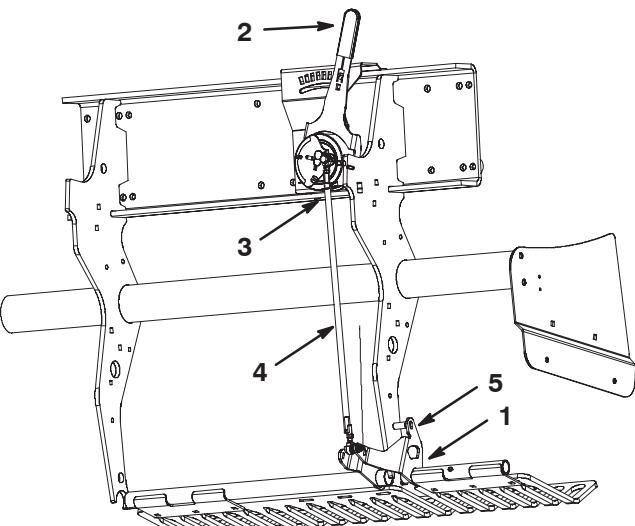

Bild 54
1. Drehen Sie die Befestigungshalterung der linken Rasenschutzworrichtung (Bild 54) nach oben, bis ein Arretierbolzen (5/16 Drehstange oder Kopfschraube) zwischen der Halterung und dem am Rahmen angeschweißten Tiefeneinstellungsrohr eingesetzt werden kann.
2. Schieben Sie den Rasen-Niederhalterhebel (Bild 54) auf die „H“Stellung (tiefste Einstellung).
3. Schließen Sie den Außenkugelschalter (Bild 54) vom Kabelbaum ab (Schalter für das Absenken des Kopfes).
4. Lösen Sie die Sicherungsmuttern (linke und rechte Seite) an der Spurstange für die Tiefeneinstellung (Bild 54).